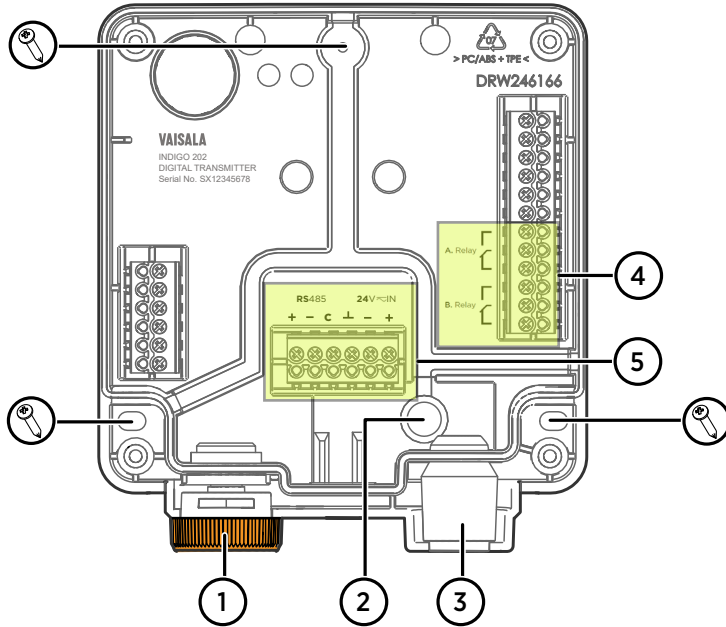

図 17 Indigo 202変換器基板の主要部品とネジの位置
5. 変換器基盤を取り付け面に配置し、3本のネジで基板を設置します。図 17 (ページ 45) に示されたネジの位置を参照してください。